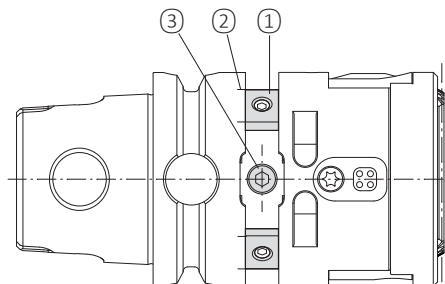

Fig. 8
4.4 Bilanciamento (Fig. 8)
Non è consentito utilizzare l'utensile senza il tappo a vite montato ③ (Fig. 8) all'ingresso della scanalatura di bilanciatura.